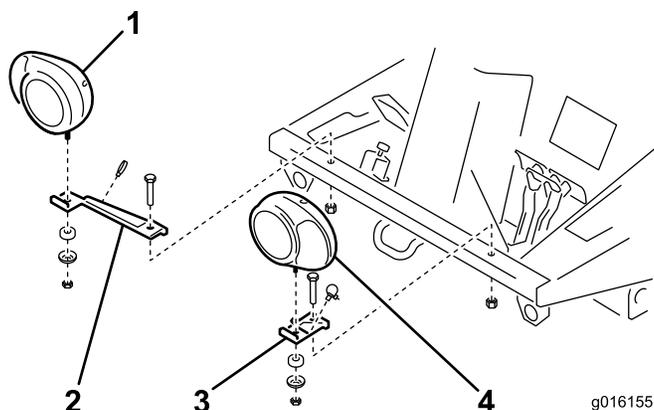

Figura 7
1. Assicurate le staffe dei fari dx e sx nei fori presenti nella parte anteriore della piattaforma dell'operatore con delle viti (1/2 x 3 poll.) e dei dadi di bloccaggio (1/2 poll.). Collocate le staffe come illustrato nella Figura 7.
2. Assicurate i gruppi faro dx e sx alle relative staffe (Figura 7) con gli elementi di fissaggio forniti con le luci. Accertatevi che il vetro dell'indicatore di direzione del faro sia orientato verso l'esterno della macchina.